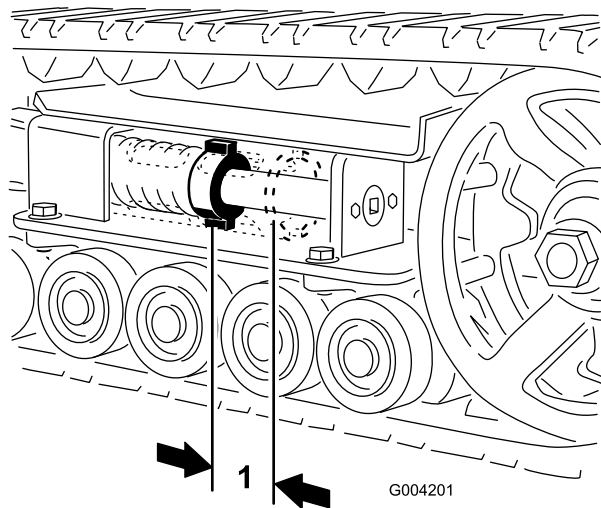

Figure 44
L'écrou de tension et l'arrière du tube de tension doivent être distants de 7 cm (Figure 44). Si ce n'est pas le cas, réglez la tension des chenilles comme suit :
5. À l'aide d'un rochet de 1/2 pouce, tournez la vis de tension dans le sens antihoraire jusqu'à jusqu'à obtention d'un espacement de 7 cm entre l'écrou de tension et l'arrière du tube de tension (Figure 44).
12. Tournez la vis de tension dans le sens antihoraire jusqu'à obtention d'un écartement de 7 cm entre l'écrou de tension et l'arrière du tube de tension (Figure 44).
- Tournez la vis de tension dans le sens antihoraire jusqu'à obtention d'un écartement de 7 cm entre l'écrou de tension et l'arrière du tube de tension (Figure 44).